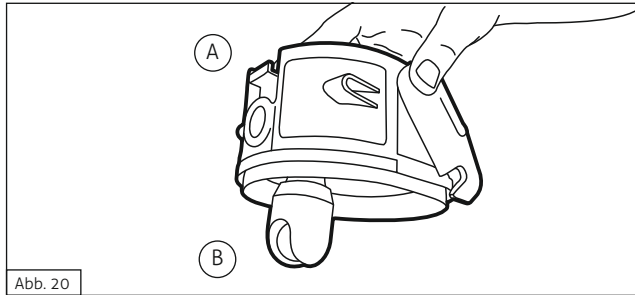

Abb. 20
2. Entnehmen Sie vor der Durchführung nachstehender Reinigungshinweise die Kugel (Abb. 20(B)).
6. Setzen Sie die Kugel entsprechend der Abb. 20 wieder ein.